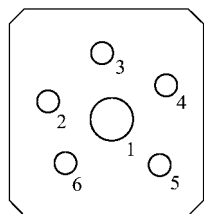

图 8 - 50 多点
(1) 用焊枪将凸鼓最高处(即伸胀中心)加热至樱红色。加热范围的大小,要根据伸展的程度而定。伸展程度严重或面积较大时,加热点就要大些(直径约 20 ~ 30 mm),或同时收缩几点。程度轻或面积较小时,加热点就要小些(直径约 10 ~ 15 mm)。
(2) 加热后应趁热急速敲击加热点的周围,然后敲击加热点。敲击时应用合适的型砧垫着,用木锤敲击,冷却后再用铁锤轻轻敲击整平。
(3) 如果收缩一点不能解决问题时,应按图 8 - 50 所示的顺序,将伸展处逐点加热并敲击,直至金属板料表面完全平直为止。